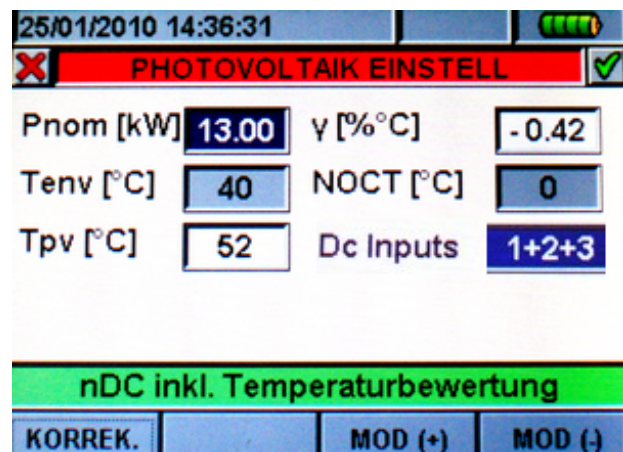

Abb. 8b: Menü PARAM
6. Drücken Sie nun die F1 Taste um in das Menü **PARAM** zu gelangen (Abb. 8b) Anschließend wählen Sie die Anzahl der zu messenden MPP Tracker aus (Zeile unten rechts **DC Inputs**) 1, 1+2 oder 1+2+3.